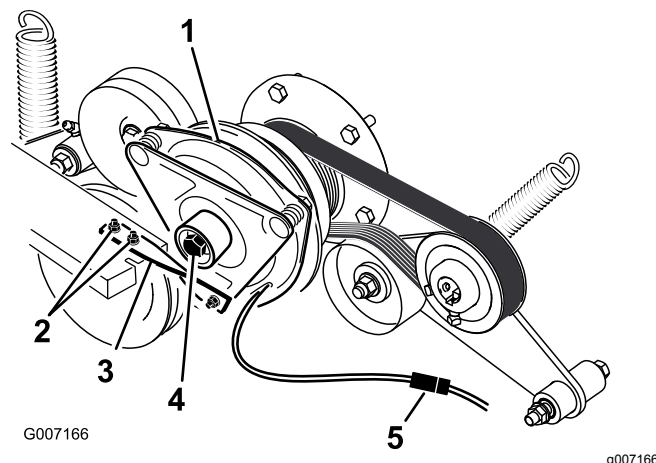

Figura 78
6. Desenchufe el conector eléctrico del embrague (Figura 78).
7. Retire los dos pernos que sujetan la correa de goma del embrague al bastidor del cortacésped (Figura 78).
8. Retire el perno central que sujeta el embrague al eje del motor, y retire el embrague y la chaveta (Figura 78).
15. Sujetando el cigüeñal en la parte trasera de la máquina, instale el perno central y apriételo a 68 N·m (Figura 78).
16. Instale la correa de goma del embrague al bastidor del cortacésped con los dos pernos y tuercas que se retiraron anteriormente (Figura 78).
18. Enchufe el conector eléctrico del embrague (Figura 78).